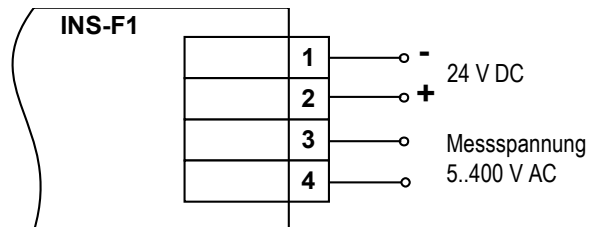

Abb. 3
- Die Leitungen der Versorgungs- und Messspannung entsprechend der Abb. 3 an das Gerät anschließen.